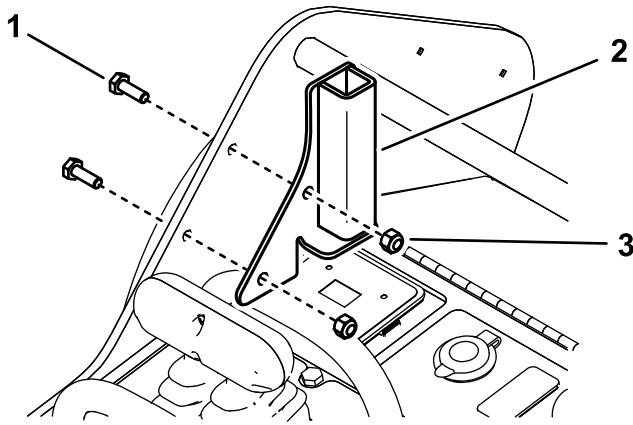

Figura 7
3. Instale el soporte del protector izquierdo en el lado izquierdo del bastidor con 2 pernos ($\frac{1}{4}'' \times \frac{3}{4}''$) y 2 contratuerca ($\frac{1}{4}''$), según se muestra en Figura 7.
4. Instale el soporte del protector derecho en el lado derecho del bastidor con 2 pernos ($\frac{1}{4}'' \times \frac{3}{4}''$) y 2 contratuerca ($\frac{1}{4}''$) (similar a la Figura 7).